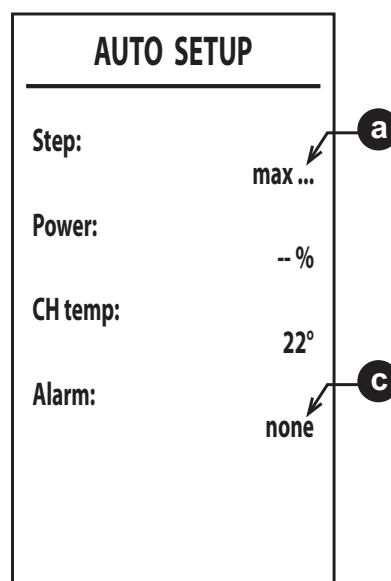

图39
6. 点火后，燃烧器以第 **a** 点(图39) 指示的各种功率（最大、中、最小）切换到供暖。
8. 如果在第“6”点所述的点火程序不成功，则在 **a** 点将显示 **max_err**字样，而在 **c** 点(图39) 显示错误代码。